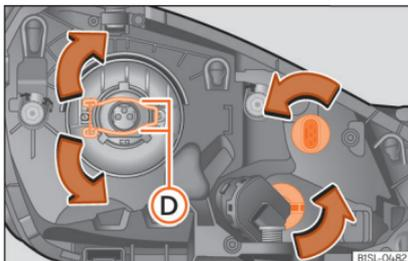

Abb. 49 Linker Scheinwerfer
- Sicherungsbügel »» Abb. 49 Ⓓ in Pfeilrichtung nach unten drücken, zur Seite aushaken und wegklappen.
- Glühlampe einsetzen, den Sicherungsbügel »» Abb. 49 Ⓓ zurückklappen und einhaken.